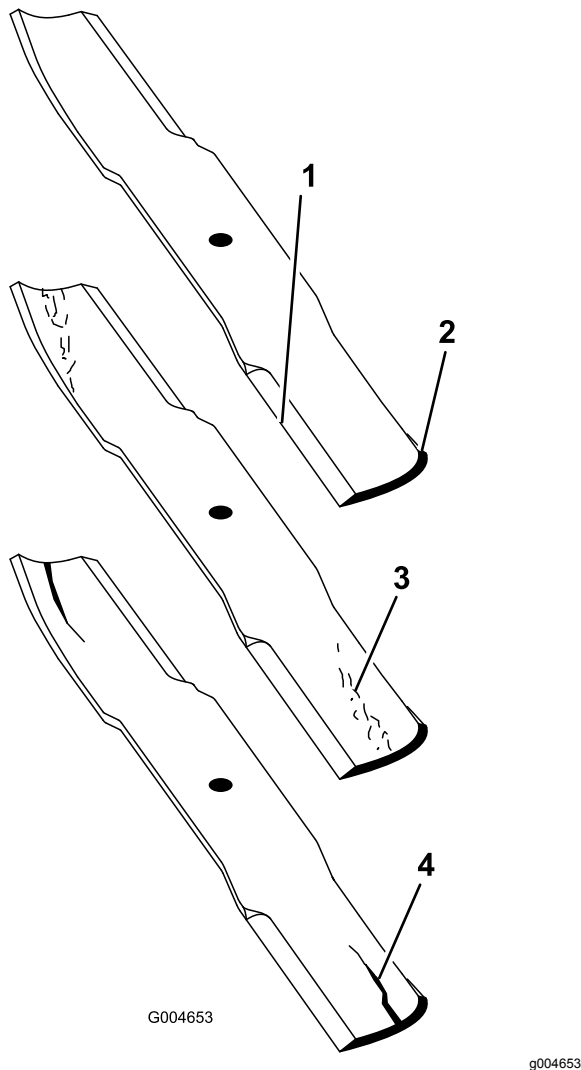

Figura 91
2. Verificate accuratamente i taglienti, con particolare attenzione ai punti d'incontro delle sezioni piatta e curva della lama (Figura 91).
Nota: Sabbia e materiali abrasivi possono consumare il metallo che connette le sezioni piatta e curva della lama, per cui si consiglia di controllare la lama prima di usare il tosaerba. Se notate dell'usura (Figura 91), sostituite la lama.